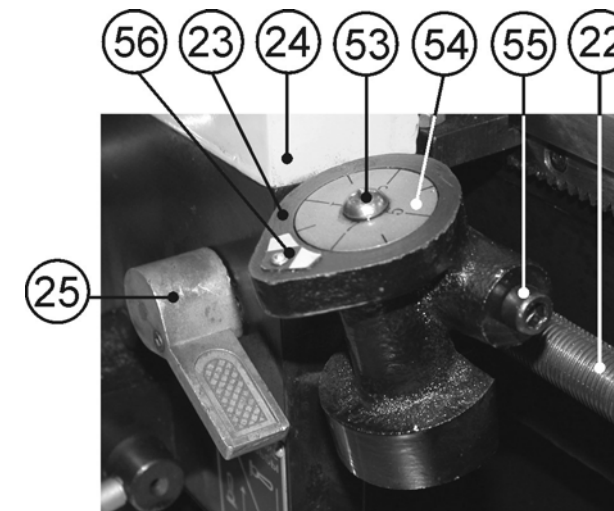

Рис.20
10.7.7. Включите станок п.10.2, подведите резец (35) к началу предполагаемой резьбы. Маховиком подачи поперечного суппорта (28) установите глубину резания, не превышая 0,2 мм за один проход (описано выше в п.10.3), опустите вниз ручку управления разъемной гайкой ходового винта (25) и начните нарезание резьбы, Рис.20.
10.7.8. По мере приближения резца к концу нарезаемой резьбы отведите резец (35), используя маховик подачи поперечного суппорта (28), п.10.3, Рис.15, а переключателем направления вращения шпинделя (6), Рис.14, включите в обратном направлении. **Не переключайте ручку управления разъемной гайкой ходового винта (25) при выполнении операции нарезания резьбы до конца изготовления резьбы, Рис.20.**
**10.8. Индикатор нарезания резьбы (Рис.20)**
10.8.6. Маховиком подачи поперечного суппорта (28), Рис. 2, установите глубину резания, не превышая 0,2 мм за один проход. Опустите вниз ручку управления разъемной гайкой ходового винта (25) и начните нарезание резьбы, Рис.20.
10.8.7. По мере приближения резца к концу резьбы отведите резец, используя маховик подачи поперечного суппорта (28), Рис. 15. Поднимите вверх ручку управления разъемной гайкой ходового винта (25), Рис.20. Вращая маховик ручной подачи каретки (29), Рис.15, отведите каретку назад к началу нарезания резьбы. Наблюдайте за вращающимся диском (54) индикатора нарезания резьбы (23). По мере совмещения метки (56) на корпусе индикатора нарезания резьбы (23) и ранее выбранного вами по таблице 5 числа индикаторного диска (54), резко опустите вниз ручку управления разъемной гайкой ходового винта (25) и начните нарезание резьбы. Повторяйте цикл нарезания резьбы до окончательных размеров.